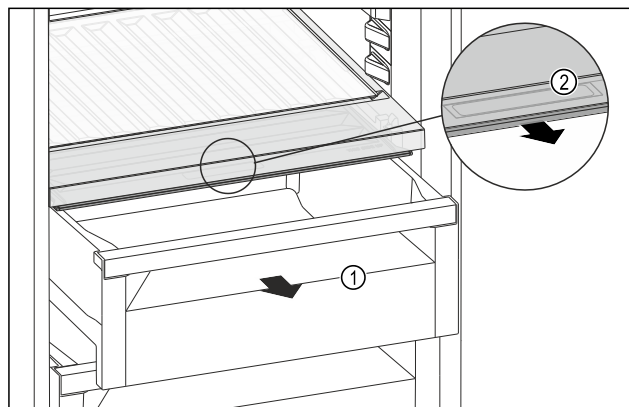

Fig. 163
- ▶ Zásuvku Fig. 163 (1) vytáhněte.
- ▶ Uchopte prohlubeň pro rukojeť Fig. 163 (2) na víko zásuvky a současně zatáhněte za víko zásuvky směrem dopředu.